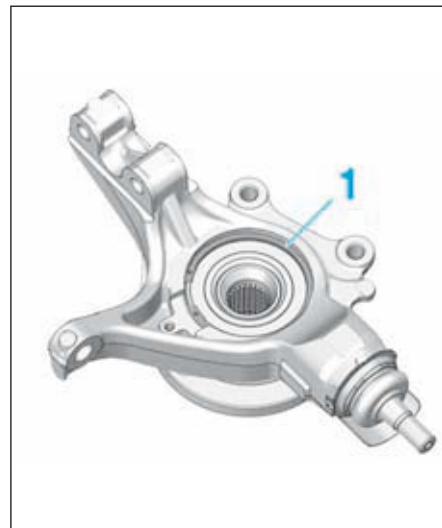

FIG.28
- Déposer le circlip (1) (Fig.28).